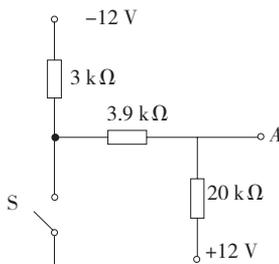

图 1-28 简答题 3 电路图
3. 在图 1-28 中，在开关  $S$  断开和闭合的两种情况下，试求  $A$  点的电位。